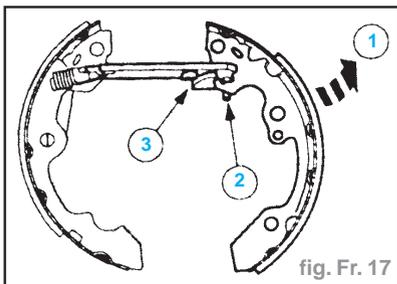

fig. Fr. 17
- Dégager la mâchoire primaire du dispositif de rattrapage de l'usure des garnitures : (fig. Fr. 17)
- écarter la mâchoire de l'entretoise (1),
- décrocher l'entretoise (2),
- enlever l'entretoise (3).
- Poser la mâchoire primaire sur le dispositif de réglage de l'entretoise et de la mâchoire de frein : (fig. Fr. 17)